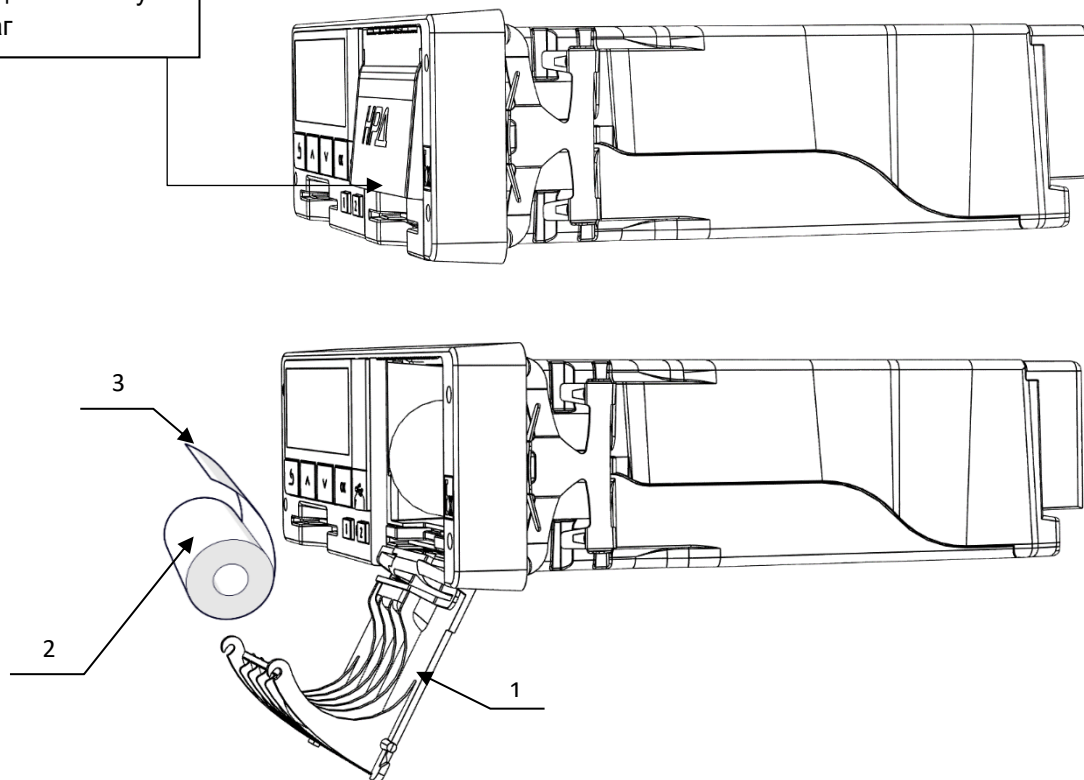

Рисунок 19. Установка бумаги
1. Открыть крышку отсека термопечатающего механизма потянув за специальную ручку на крышке (см. Рисунок 19. Установка бумаги)